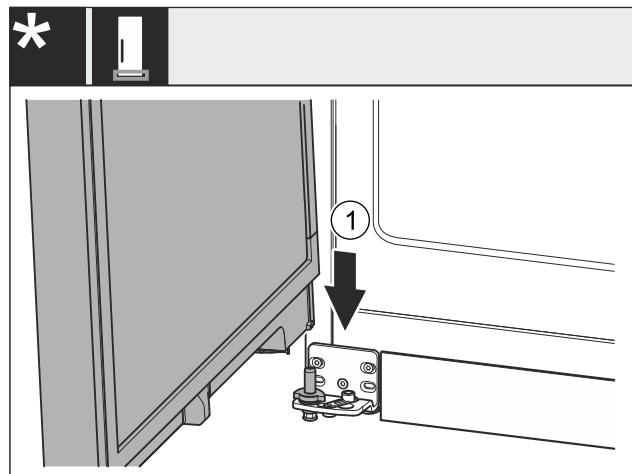

Fig. 44 \*
- ▶ 从上方将冰箱门放在下面的轴承螺栓 Fig. 44 (1)上。\*